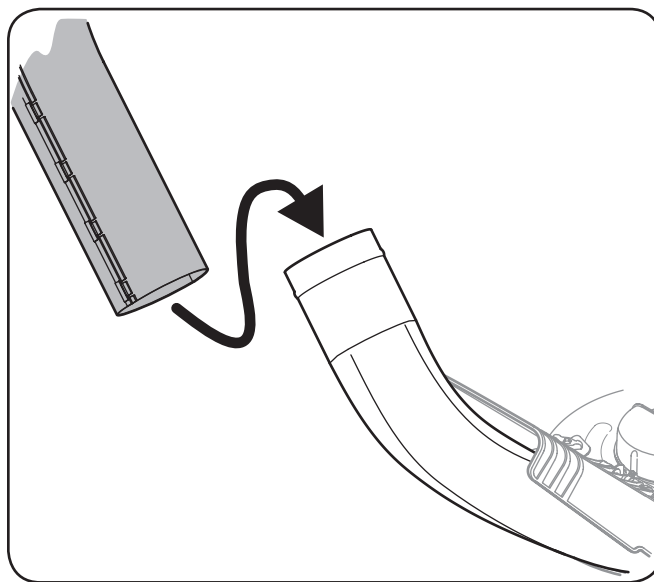

Figure 4-26
3. En ayant maintenant la possibilité de remuer le tube de la goulotte d'éjection d'avant en arrière, glissez-le sur le coude de la goulotte qui est installé sur le plateau de coupe, comme illustré à la Figure 4-26.